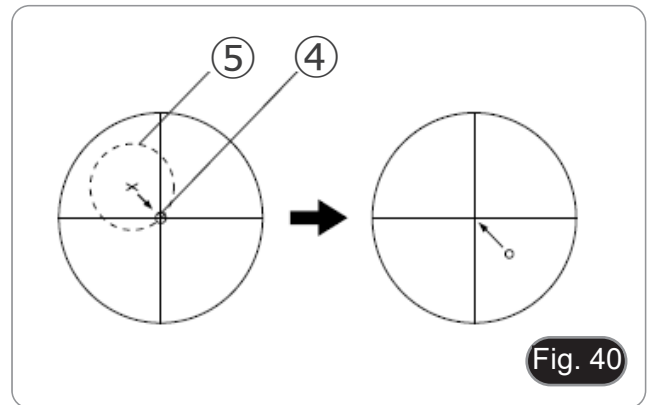

Fig. 40
3. Mover un pequeño detalle reconocible en el campo de visión ④ con los botones de movimiento X-Y de la platina y colocarlo en el centro de la cruz del ocular. (Fig. 40)
5. Girando la platina, la parte enfocada describirá un círculo ⑤. (Fig. 40)